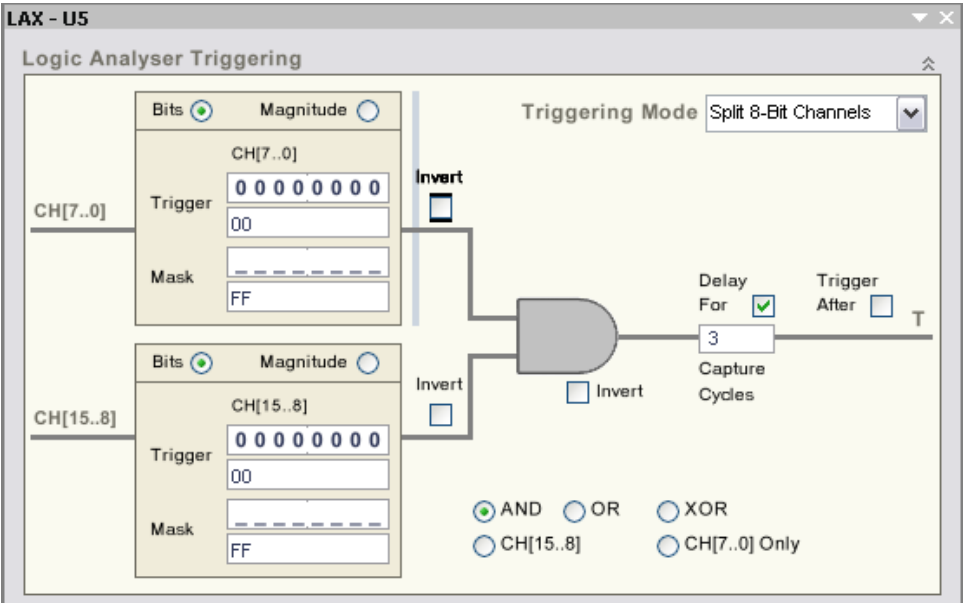

图 120 逻辑分析仪触发参数.
- 11. 在逻辑分析仪上选择 **Show Panel** 按钮。根据图 120 进行设置。